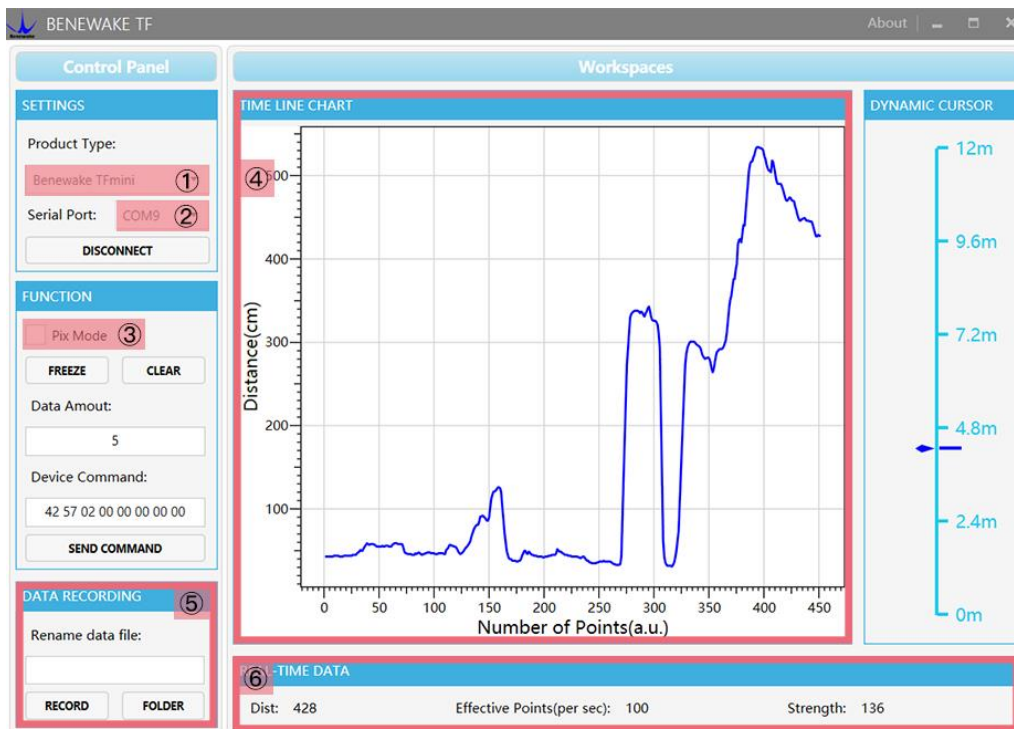

图 5 上位机界面及显示
(3) 上位机连接与读数
如图 5, 打开 TF 上位机, 选择『① TFmini』, 并选择自动识别的占用串口(这里是『② COM9』)。